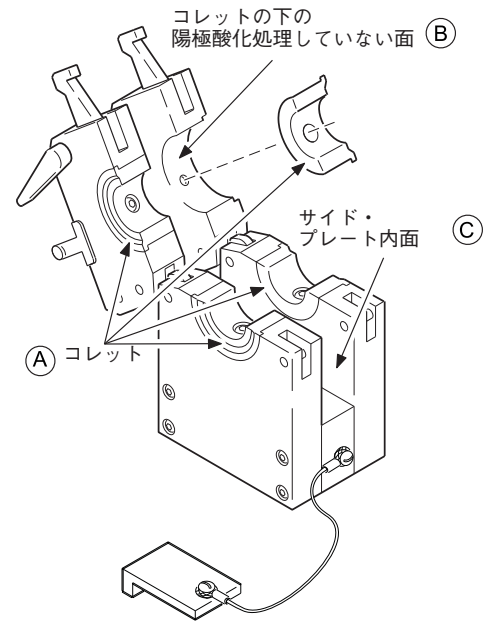

図 27: コレットおよびコレット取り付け面のクリーニングを行う
1. フィクスチャー・ブロックに汚れ、磨耗、損傷が生じていないか検査します。図 27 をご参照ください。
1. コレットの検査およびクリーニングを行います。図 27 (A) をご参照ください。
4. 目の細かい研磨パッドを使用して、サイド・プレートの陽極酸化処理していない接合表面から酸化物を取り除きます。図 27 (B) をご参照ください。
5. 清潔な柔らかい布を使用して、サイド・プレートの内面から汚れや酸化物を取り除きます。図 27 (C) をご参照ください。頑固な付着物は、目の細かい研磨パッドを使用して取り除いてください。